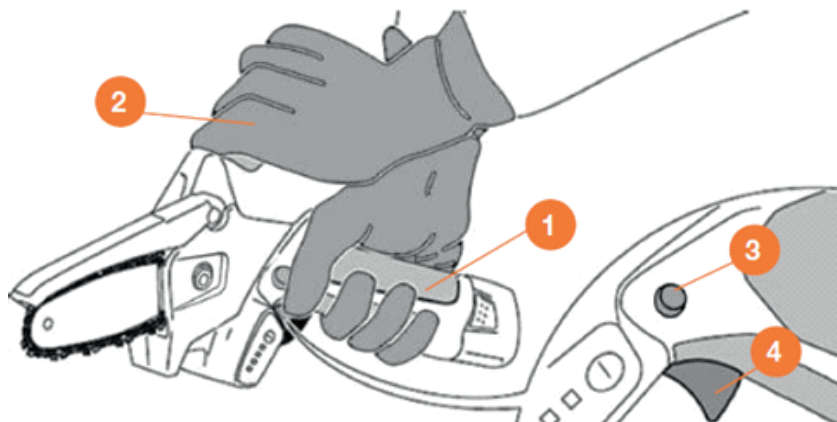

Рис. 10
Перед включением двигателя держите пилу двумя руками, одной рукой зажмите рукоять управления 1, а второй рукой 2 крепко обхватите верхнюю рукоятку (рис. 10).
3. Отпустите кнопку блокировки включения 3, продолжая держать нажатым клавишу выключателя 4, для проведения работы с пилой (рис. 10).